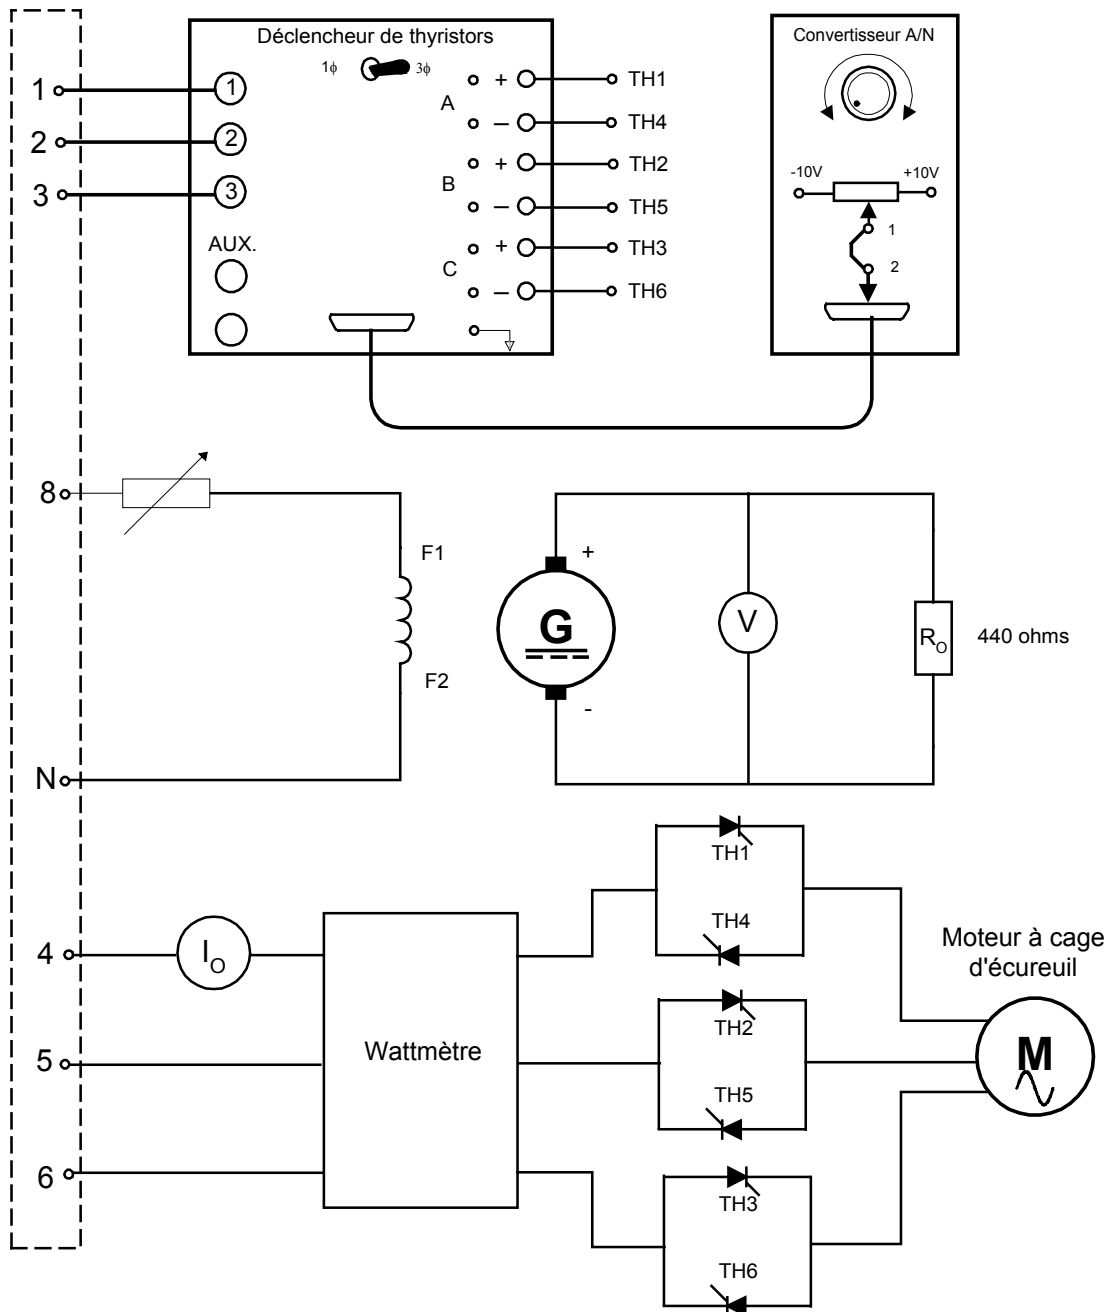

FIGURE 3-5
1. Montez le circuit de la Figure 3-5 en branchant la génératrice à courant continu comme charge pour le moteur à cage d'écureuil. L'interrupteur du déclencheur à thyristors doit être en position  $3\phi$ .